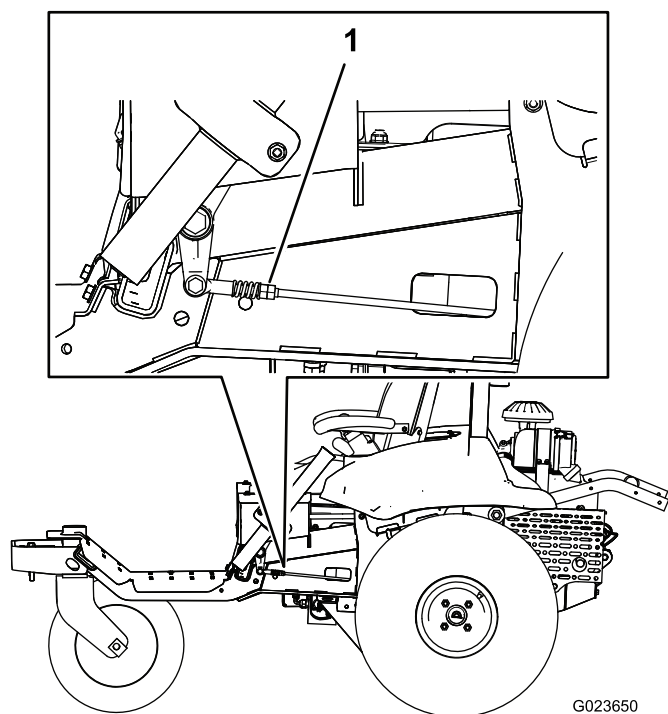

Figura 62
7. Su un lato della macchina, girate lentamente i due dadi della tiranteria (Figura 62) in modo da far ruotare la ruota su quel lato, quindi girate nuovamente i due dadi nella direzione opposta in modo da far ruotare la ruota nella direzione opposta.